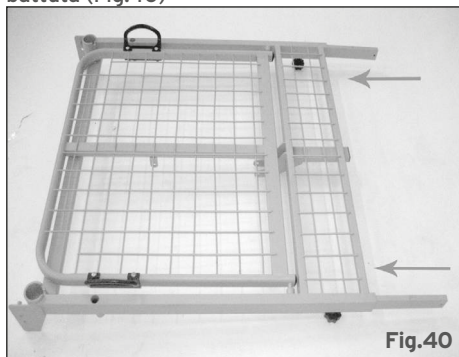

Fig.40
1. Inserire i due tubolari rettangolari all'interno del telaio lato alzatasta e spingerli fino alla battuta (Fig.40)